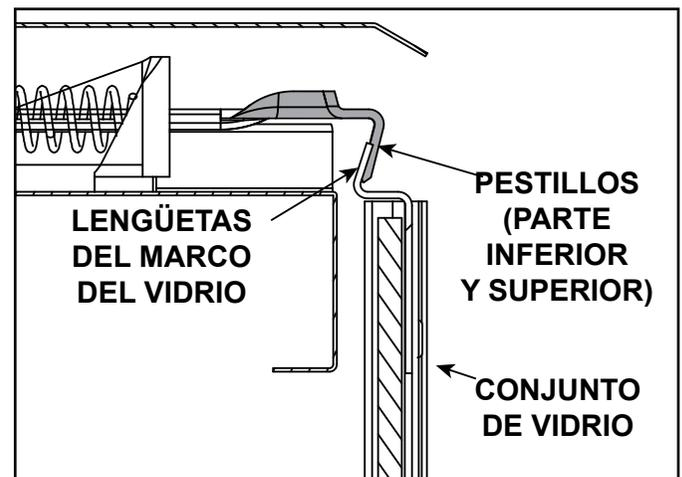

Figura 11.5 Conjunto de vidrio fijo
- Retire los cuatro pestillos del conjunto de vidrio de las lengüetas del marco del vidrio. Retire el conjunto de vidrio del aparato. Consulte la Figura 11.5.